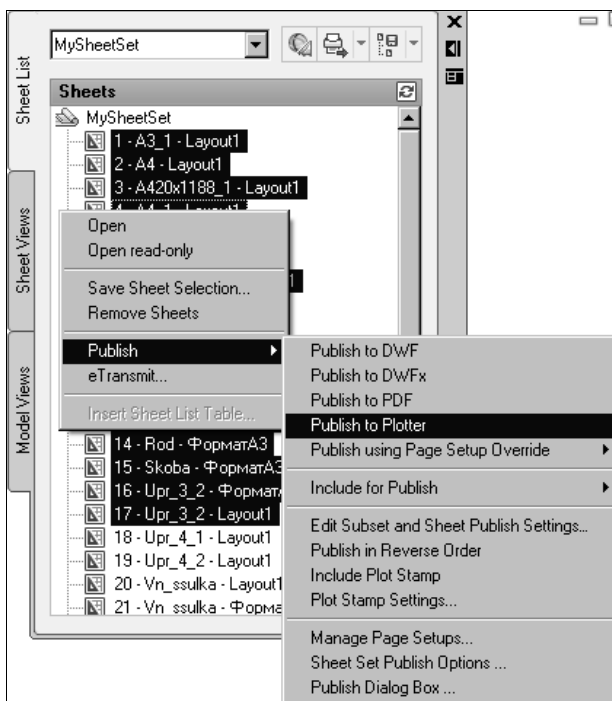

Рис. 23.12. Контекстное меню для печати из подшивки листов
3. Щелкните правой кнопкой мыши на выделенных листах и выберите из контекстного меню **Publish** (Опубликовать), а потом **Publish to Plotter** (Опубликовать на плоттер) (рис. 23.12).